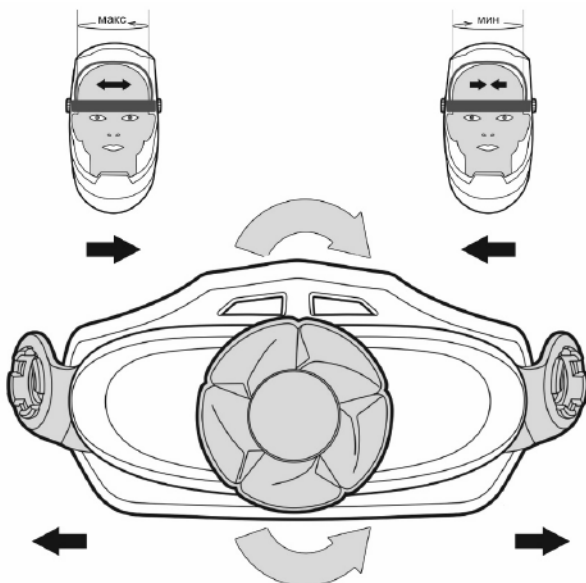

Рис. 8.4. Горизонтальная регулировка.
**Горизонтальная регулировка по обхвату головы** (См. рис. 8.4): нажмите на регулятор и поворачивайте рукоять по часовой стрелке, чтобы уменьшить размер наголовника, и против часовой стрелки, чтобы увеличить.